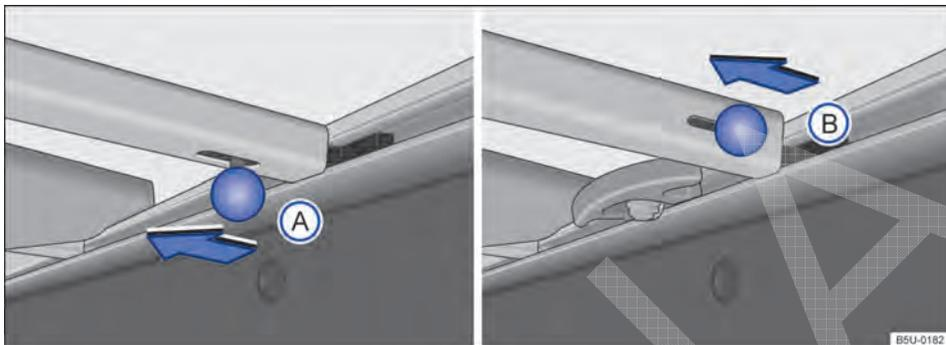
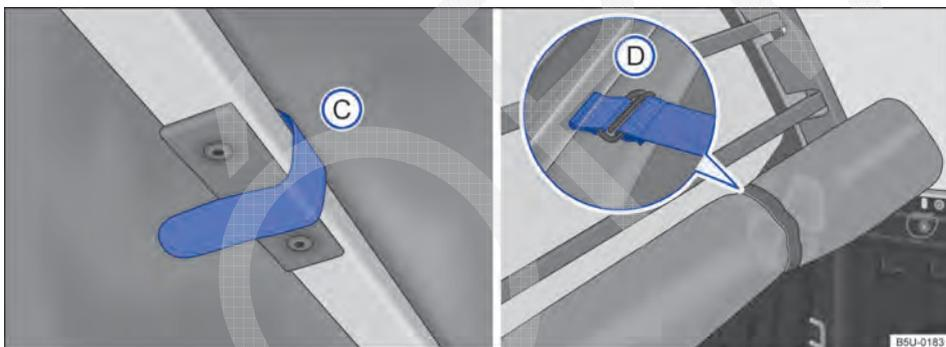

Fig. 36 Travessas no compartimento de carga: (A) veículos com suportes de amarração fixos, (B) veículos com suportes de amarração deslizantes.
Fig. 37 No compartimento de carga: tira de fixação e capota marítima corretamente recolhida.
- Para remover de tipo (A) ou (B), deslocar o pino de travamento no sentido da seta → Fig. 36. Para remover a travessa que está próxima ao vidro traseiro, é necessário soltar as tiras de fixação da capota → Fig. 37 (C).
- Após o recolhimento total da capota, prendê-la com as cintas de fixação (D).